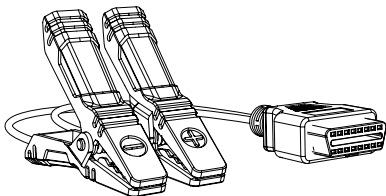

図 2.1.5
10.OBD-II メスコネクタとバッテリークランプを備えたバッテリーテストケーブル。(図 2.1.5 を参照)